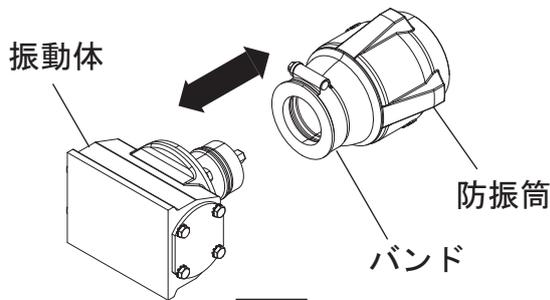

図4
2. 防振筒のバンド(ホースクランプ)を緩め、振動体を引き抜く。(図4)
4. 振動体を防振筒の奥まで押し込む。(図4)